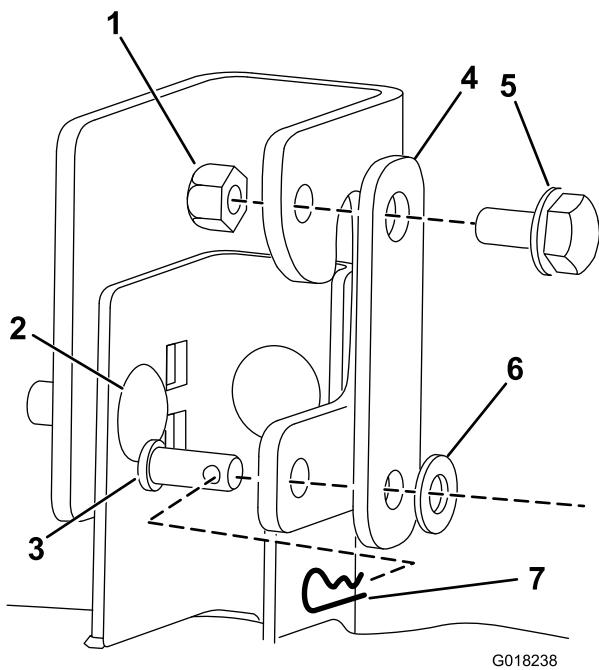
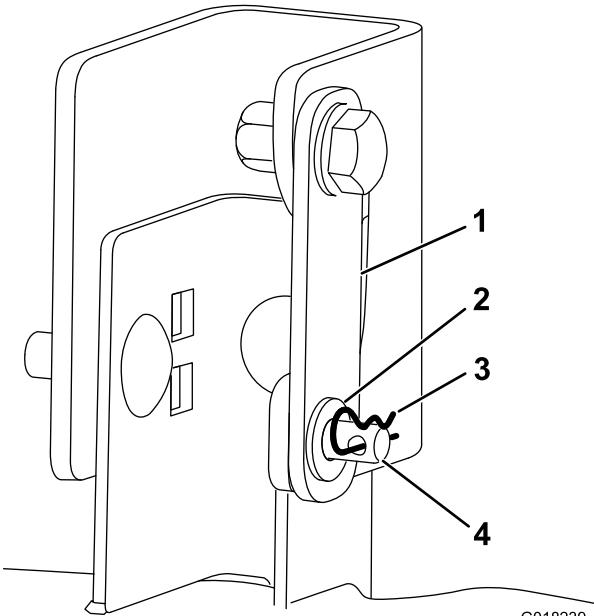

Figura 5
Figura 6
6. Instale un soporte de la carcasa en cada pletina de suspensión con un perno de cuello largo y una contratuerca (Figura 5).
Nota: Pase el perno de cuello largo por el taladro superior de cada pletina de suspensión (Figura 5).
7. Después de colgar las pletinas de suspensión de la barra de elevación trasera, sujeté el extremo abierto de cada soporte de la carcasa a la pletina de suspensión con un pasador , una arandela plana y una chaveta (Figura 5 y Figura 6).